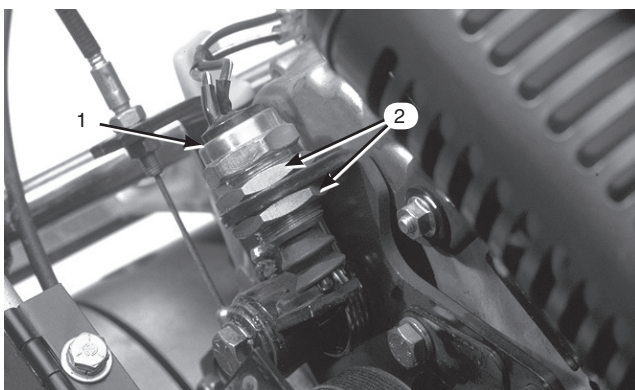

図44
2. スイッチ固定ナット (2個：図44) をゆるめ、スイッチのプランジャが3～6 mm 押し込まれる (スイッチ閉) ようにスイッチ位置を調整する。